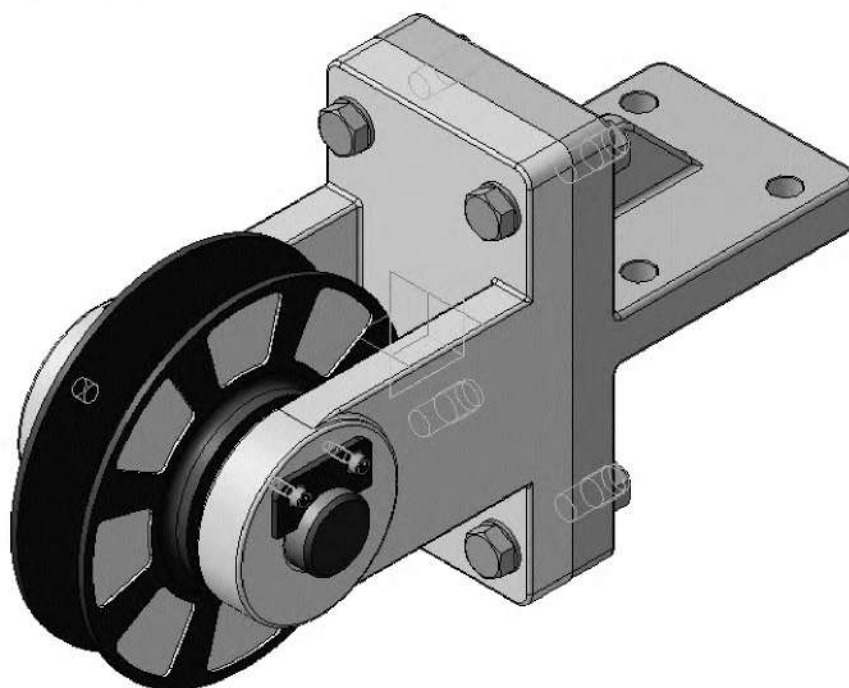

Рисунок 3.117. Результат добавления крепежных элементов
10.3.13 Нажмите на кнопку **Отмена** закройте окно **Библиотеки Стандартные Изделия** (рисунок 3.117).